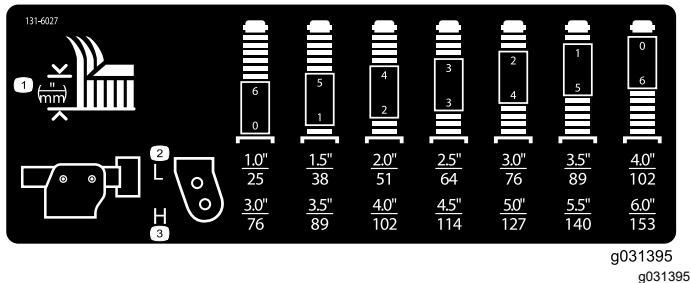

**Figure 21**
10. Montez les chaînes de hauteur de coupe dans le trou correspondant à la hauteur de coupe voulue à l'aide de l'axe de chape et de la goupille fendue (Figure 21).